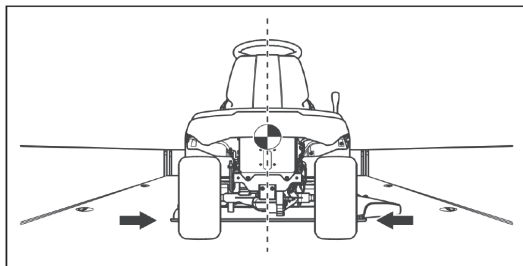
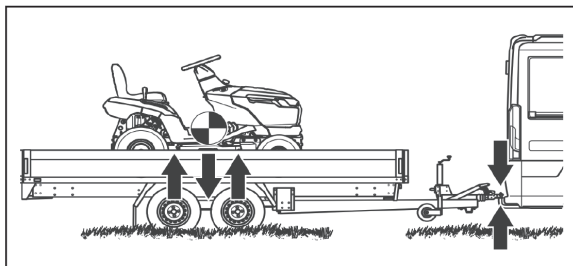

Рис. 48
Рис. 49
5. На прицепе выбирайте положение газонокосилки, чтобы её центр тяжести был посередине конструкции (Рис. 48 и Рис. 49).